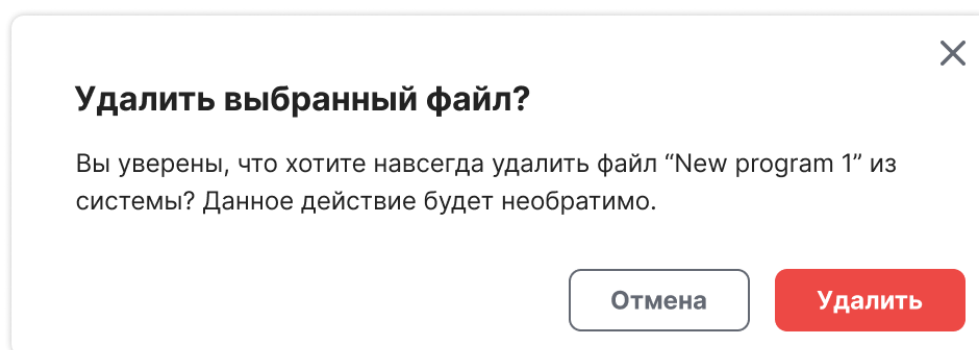

Рисунок 76 – Окно подтверждения удаления.
- «Удалить» – позволяет удалить необходимый файл. При этом на экране будет отображено окно-предупреждение с просьбой подтвердить удаление файла (Рисунок 76).